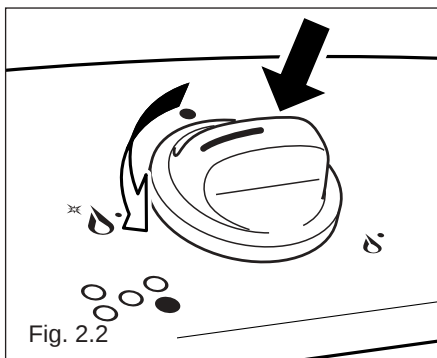

Fig. 2.2
- 1 – Ruotare la manopola del rubinetto gas in senso antiorario (fig. 2.2), fino alla portata massima (fiamma grande), premerla e mantenere la pressione, fino ad accensione avvenuta.